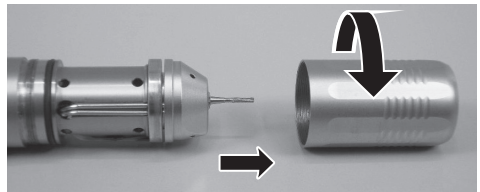

Abb. 15
- (1) Zum Herausnehmen Patronenhalter durch Drehen lösen, wie in Abb. 15 dargestellt.